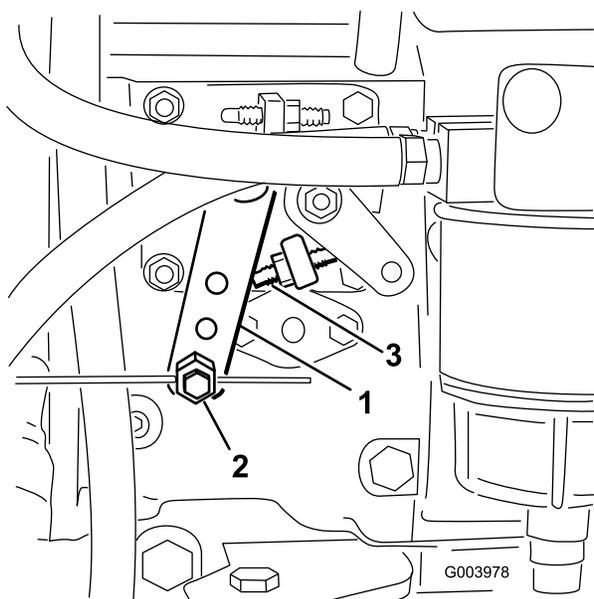

Figura 62
2. Desaperte o dispositivo de ligação do cabo do regulador na alavanca da bomba de injeção (Figura 62).